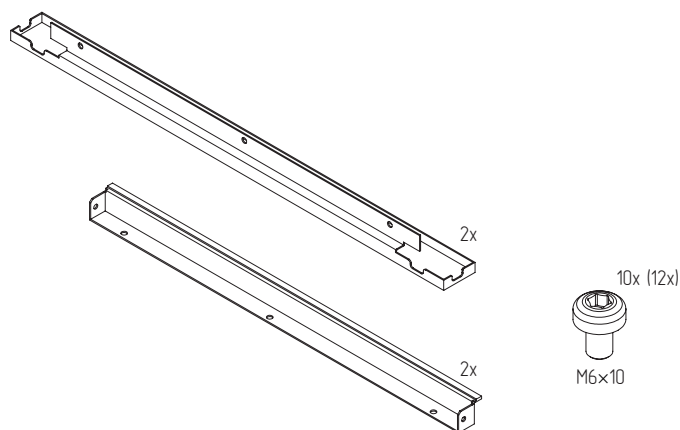

Рисунок 41 – Фальш-панель компенсационная с вырезом
4.15.2 Проверить комплектность (рисунок 41).